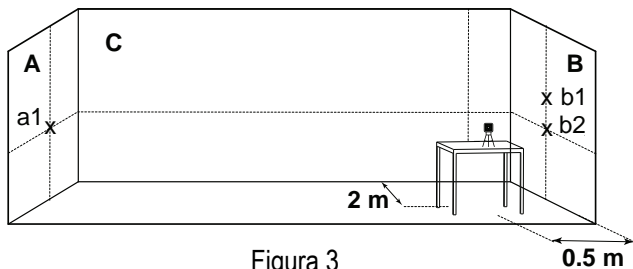

Figura 3
- 10) Na parede B, marque o ponto de intersecção como b2 (ver figura 3).